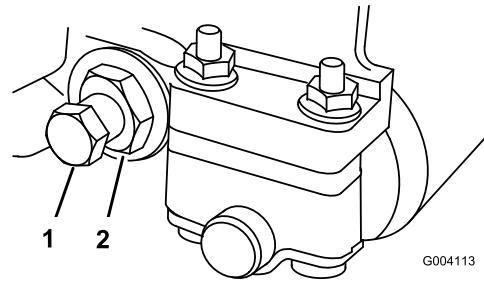

Figura 58
2. Svitate il dado di tensionamento della molla finché la rondella non è più tesa contro la barra di appoggio (Figura 58).
3. Allentate, da ciascun lato della macchina, il controdado che fissa il bullone della barra di appoggio (Figura 58).